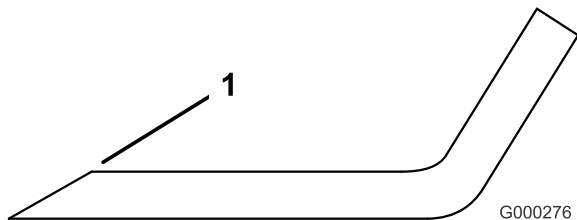

Figure 58
1. Au moyen d'une lime, aiguissez les tranchants aux deux extrémités de la lame (Figure 58). Veillez à conserver l'angle de coupe d'origine. Limez la même quantité de métal sur chacun des deux tranchants pour ne pas déséquilibrer la lame.